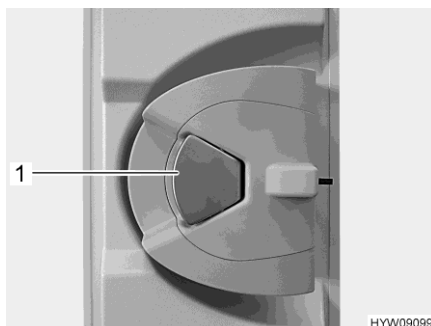

Fig. 54 Cerradura de la puerta (puerta del habitáculo en el interior)
- Cuando la cerradura de la puerta está bloqueada: Tirar una vez del tirador de la puerta (Fig. 54,1). La puerta está desbloqueada.
- Tirar del tirador de la puerta (Fig. 54,1). La puerta está abierta.
- Presionar el tirador de la puerta (Fig. 54,1).